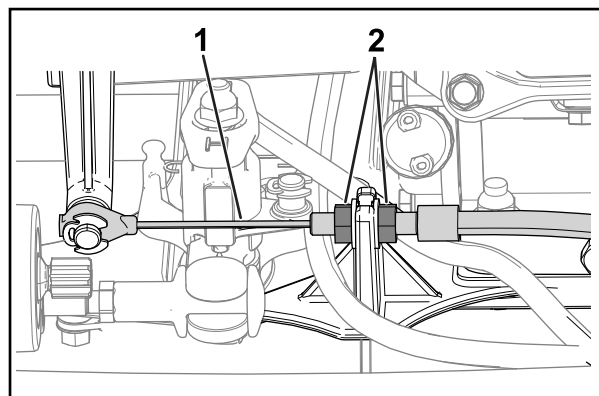

Figura 30
2. Desaperte as porcas de retenção e ajuste o cabo de tração de forma a que existe uma folga de 1,1 mm entre o disco de fricção e a placa de pressão (Figura 30 e Figura 31).